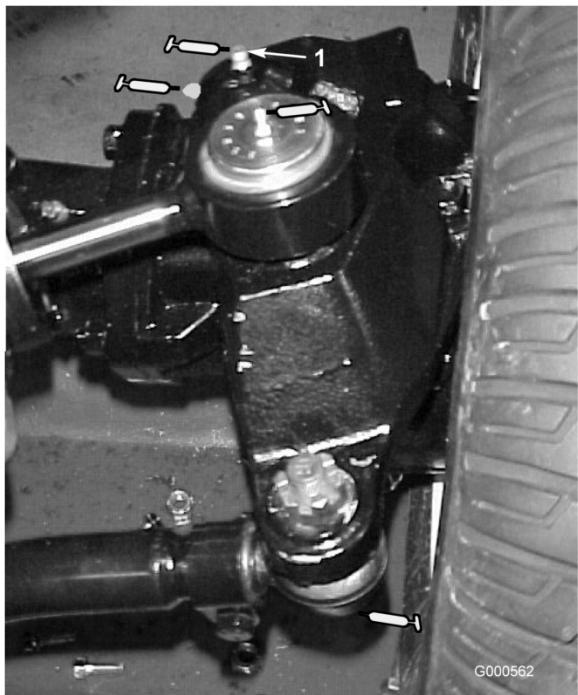

Bild 26
- Lenkzylinder-Kugelgelenke (2) (Bild 26)
- Zugstange-Kugelgelenke (2) (Bild 26)
- Achsschenkelbolzen (2) (Bild 26) **Fetten Sie die obere Armatur am Achsschenkelbolzen nur einmal jährlich (2 Pumpen).**